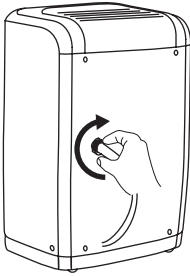

fig. 3
3. Avvitare il tubo da giardino sulla porzione filettata del connettore. (fig.3)